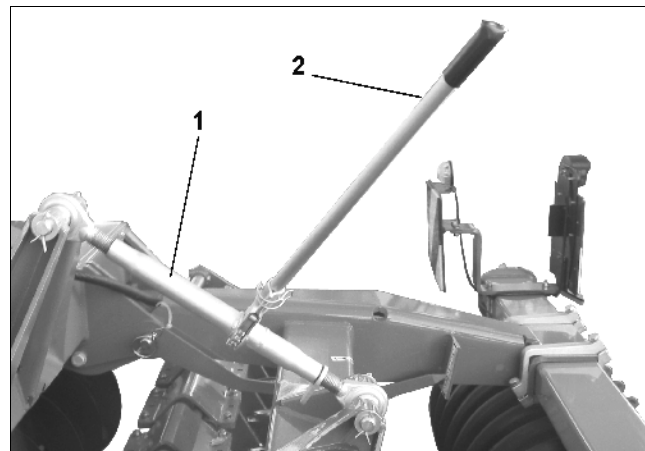

Fig. 10
- Die Tiefeneinstellung erfolgt durch Verdrehen der Verstellspindel (Fig. 10/1) mittels Handhebel (Fig. 10/2).